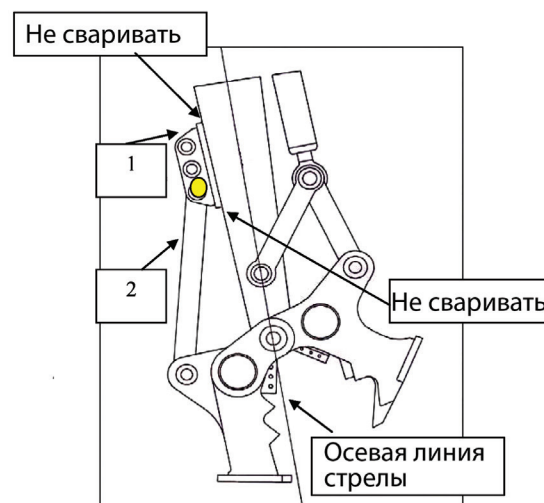

Рис. 5.4.4
- Установите рычаг «2», как показано на Рис. 5.4.4 и вставьте штифты, которые поставляются с фиксирующими штифтами сменного рабочего органа с блокирующей системой в незакрепленные детали на сменном рабочем органе.